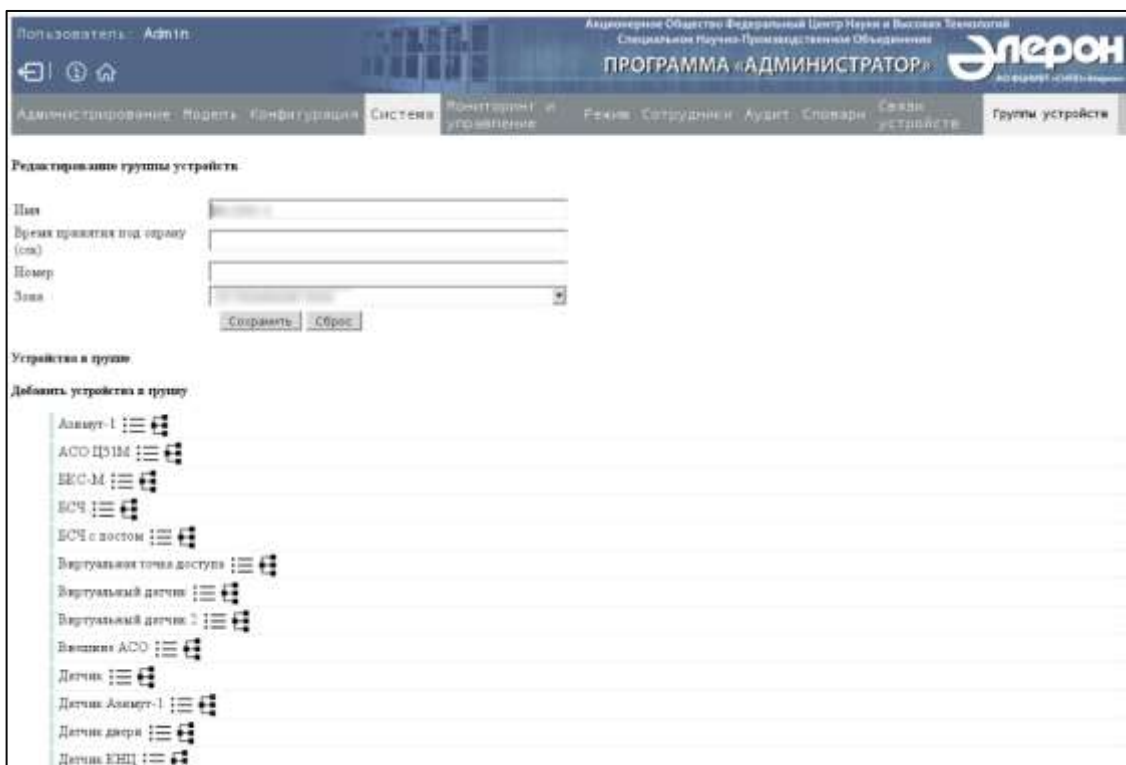

Рис. 17
5) для редактирования УБ нажать на название и в открывшемся бланке «Редактирование группы устройств» (Рис. 17) из списка «Добавить устройства в группу» выбрать ссылку с наименованием модели, на базе которой создавались устройства для включения в конфигурируемый УБ:
7) проконтролировать в таблице «Устройства в группе» (Рис. 17) перечень выбранных датчиков.